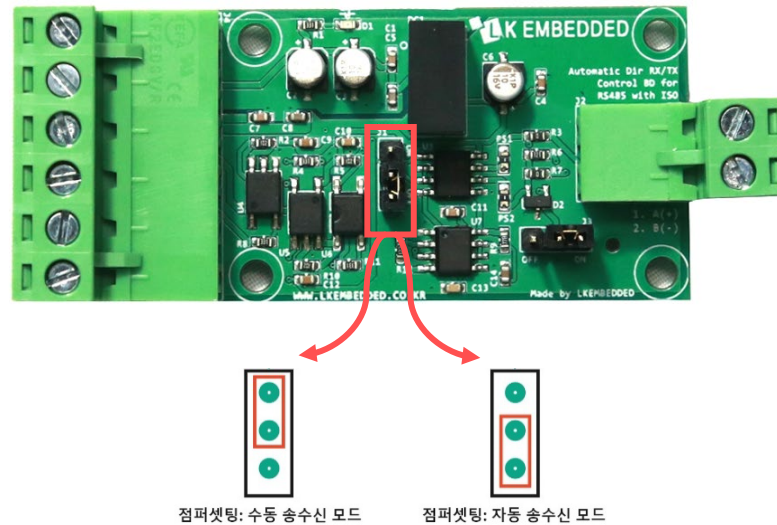

Figure 3. 송수신 모드 설정 점퍼 설정
- 앞서 설명한 송수신 모드 설정은 <Figure 3>처럼 설정이 가능하다.